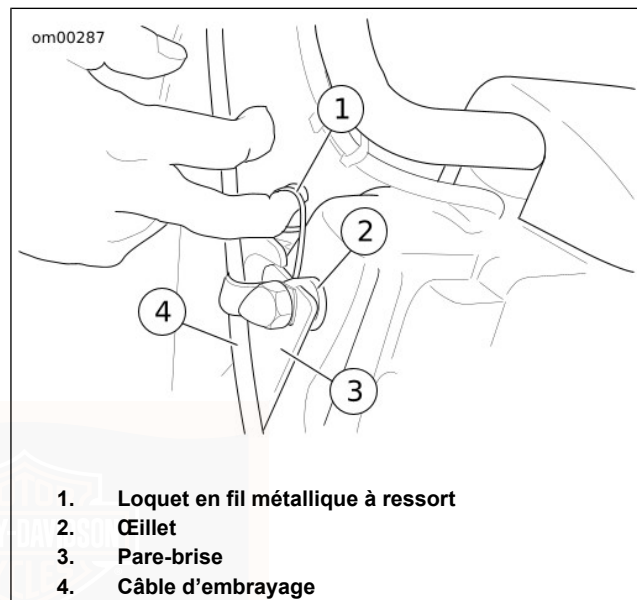

Figure 22. Pare-brise : FLHR/C
1. Voir Figure 22. Soulever les loquets en fil métallique à ressort de l'un ou l'autre des deux côtés du pare-brise et déplacer le HAUT du bloc pare-brise vers l'avant jusqu'à ce que les encoches SUPÉRIEURES du support se séparent des œillets en glissant.
1. Voir Figure 22. Soulever les loquets en fil métallique à ressort de l'un ou l'autre des deux côtés du pare-brise et faire glisser les encoches INFÉRIEURES du support de pare-brise sur les œillets inférieurs.